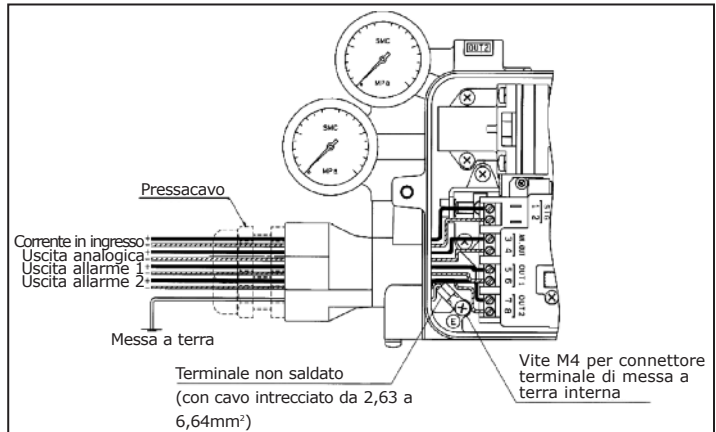

Fig. 7
(1) Rimuovere il coperchio del posizionatore.
(2) Collegare il cablaggio della corrente di ingresso a un regolatore e il cablaggio di uscita seguendo la Fig.7. La porta di ingresso del collegamento elettrico è dotata di un connettore (blu) M20x1,5.